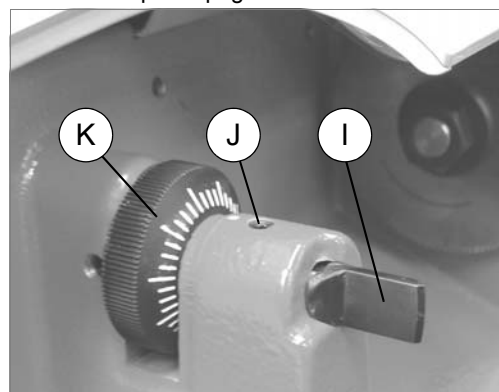

Fig. 25
Para substituir o palpador (I) (fig. 25) actue da seguinte forma: